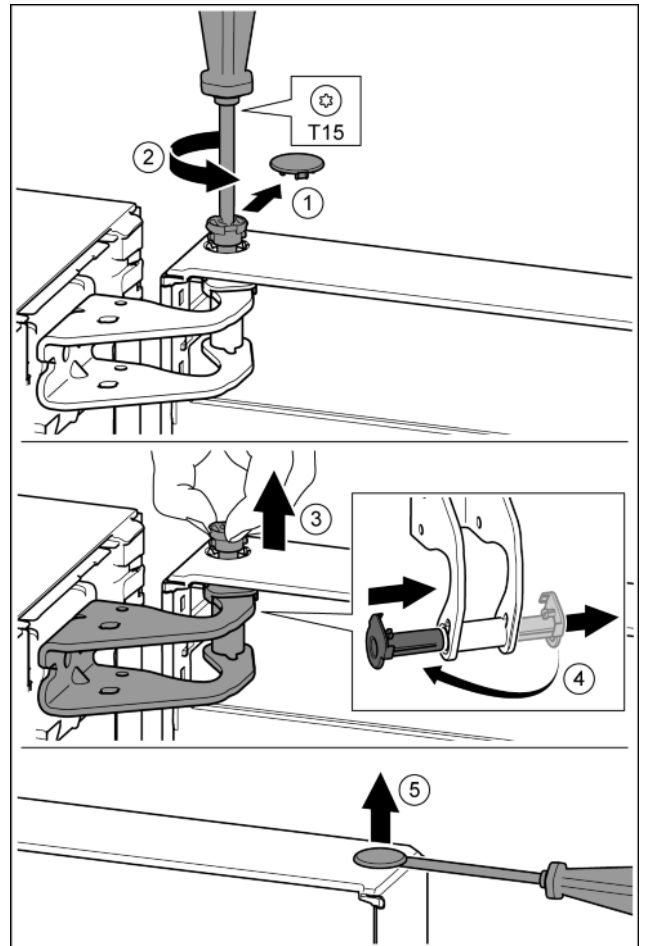

Fig. 10
- ▶ Oprezno skinite sigurnosni pokrov. Fig. 10 (1)
- ▶ Odvijačem T15 malo odvijte svornjak. Fig. 10 (2)
- ▶ Čvrsto držite vrata i prstima izvucite svornjak. Fig. 10 (3)
- ▶ Izvucite čahuru ležaja iz vodilice. Umetnite s druge strane i pustite da uskoči. Fig. 10 (4)
- ▶ Odvijačem s ravnom glavom oprezno podignite čep iz čahure ležaja vrata i izvucite ga. Fig. 10 (5)